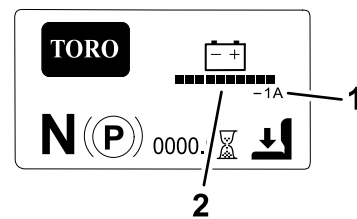

Bild 21
- **Hauptinformationsbildschirm (Bild 21):** Zeigt aktuelle Maschineninformationen an, während der Schlüssel in der Stellung EIN ist. Auf diesem Bildschirm werden Ladestand des Akkus und die Stromstärke angezeigt.